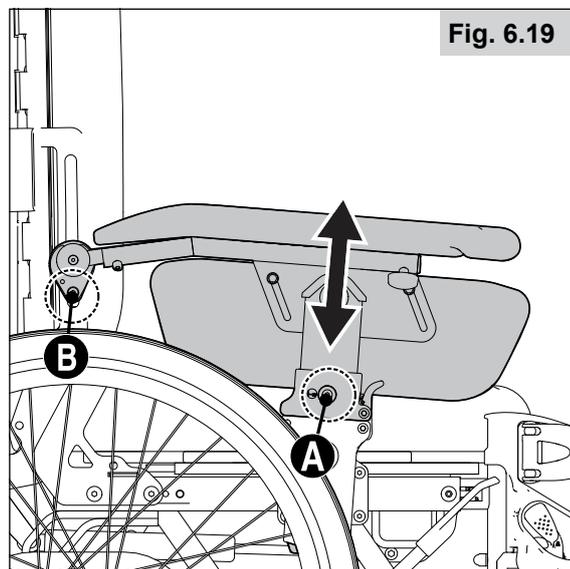

Fig. 6.19
6.18 Ajuste de la altura de los reposabrazos (Fig. 6.19)